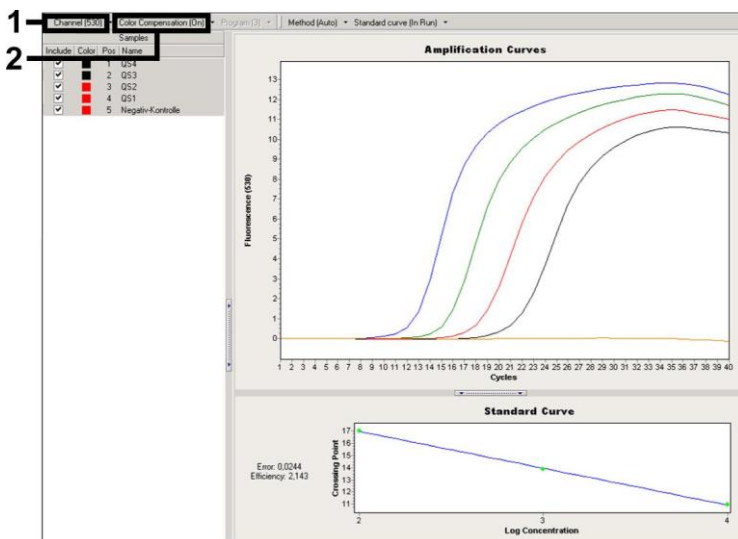

Fig. 16: Activation du fichier *Color Compensation File* et sélection du canal de fluorescence.
Pour l'analyse des données de PCR, veuillez procéder de la manière suivante (voir Fig. 16) :
- Le logiciel *LightCycler* version 4.0 contient un fichier intitulé *Color Compensation File* qui corrige les interférences d'analyse multi-couleurs entre les divers canaux de fluorescence. Ouvrir ce fichier au cours du cycle de PCR ou une fois le cycle achevé en activant l'option *Color Comp (On/Off)* (comp. couleur (marche/arrêt)), puis le bouton *Select Color Compensation* (Sélectionner la compensation des couleurs) (voir Fig. 16). Si aucun fichier *Color Compensation File* n'est installé, générer le fichier en suivant les instructions du manuel d'utilisation du *LightCycler (LightCycler Operator's Manual)*.